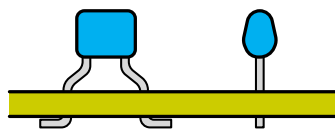

図5 積層セラミックコンデンサの取付け方
- ② 積層セラミックコンデンサ (C1～C4) は、図5に示すように絶縁チューブをかぶせず、リードの曲がりまでプリント基板に差し込み取付ける。